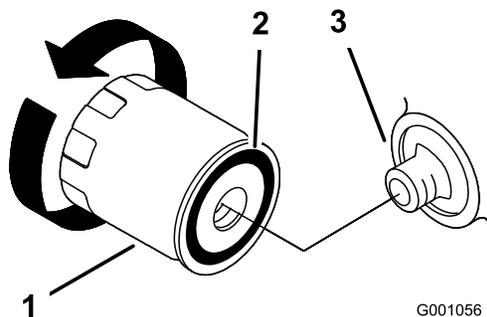

Figure 18
2. Déposez le filtre à huile usagé et essuyez la surface du joint de l'adaptateur (Figure 18).
3. Appliquez une fine couche d'huile neuve sur le joint en caoutchouc du filtre de rechange (Figure 18).
4. Posez le filtre à huile de rechange sur l'adaptateur, tournez le filtre dans le sens horaire jusqu'à ce que le joint en caoutchouc rencontre l'adaptateur, puis serrez le filtre de 2/3 de tour à 1 tour supplémentaire (Figure 18).